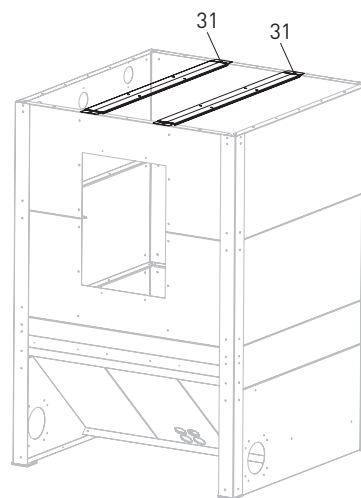

Fig. 14 Montaggio dei supporti del cielo
Applicare 2 supporti (31) **all'interno** nel bordo ripiegato delle pareti laterali e fissarli ciascuno con 2 viti dall'esterno verso l'interno alle pareti laterali – Fig. 14.